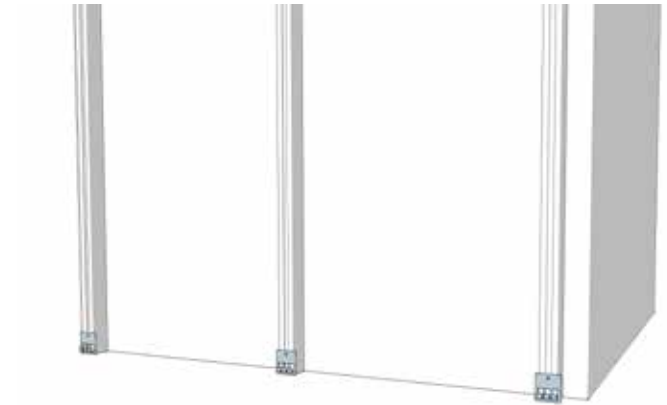

Figura 3
- 1 Instala los sujetadores iniciales para los tableros de pared (HLP-030-2), como se muestra en la Figura 3: